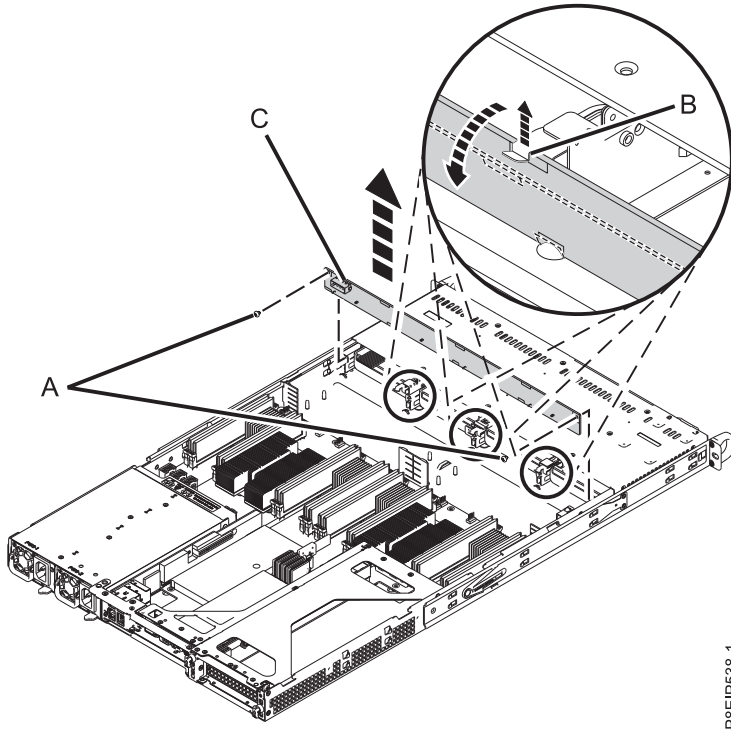

Figura 13. Extracción de la placa posterior de unidad de disco y los tornillos
5. Extraiga la placa posterior de unidad de disco como se muestra en la Figura 13 en la página 16.
- a. Quite los dos tornillos (A), uno de cada lado, de la parte superior de la placa posterior de unidad de disco.
- b. Gire la parte superior de la placa posterior de unidad de disco hacia la parte posterior del sistema para liberar la placa posterior de los tres clips de retención (B).
- c. Levante la placa posterior (C) del sistema.